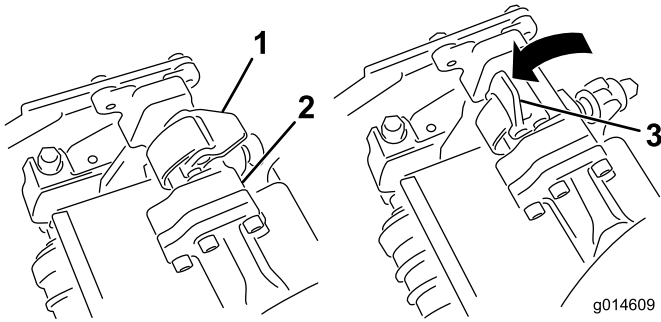
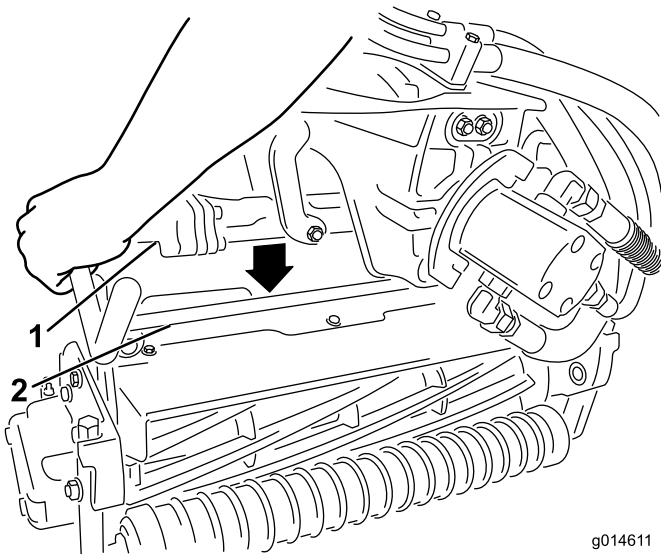

Bild 11
Bild 12
5. Die Riegel an der Aufhängearmstange müssen nach oben zeigen (d. h. offen) (Bild 11); drücken Sie den Aufhängearm dann so nach unten, dass die Stange über die Stange an der Oberseite des Mähwerks passt (Bild 12).
6. Drücken Sie die Riegel nach unten und um die Mähwerkstange und arretieren sie (Bild 11).